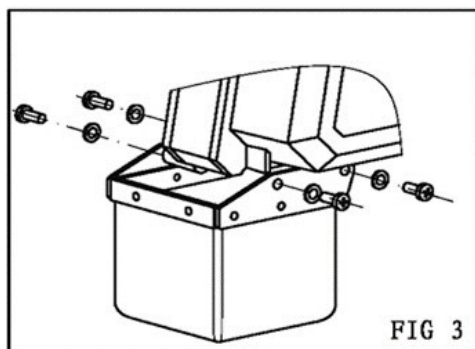

FIG. 3 — Remoção do saco da corrente
REMOÇÃO E INSTALAÇÃO DA CORRENTE DE CARGA (FIG. 3, 4 e 5)
- 1) Retire o saco da corrente (FIG. 3).